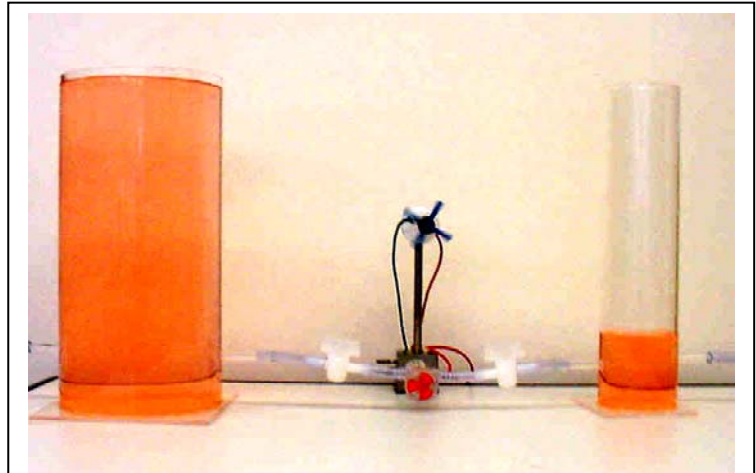

Abb. 11: Wasser strömt vom Behälter hohem Drucks zum Behälter tiefen Drucks; der Wassergenerator lädt Energie vom Wasser.
**Leitfrage:** *Wie sieht der zu Abbildung 11 analoge thermische Versuchsaufbau aus?*